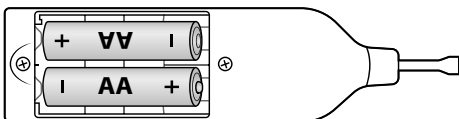

Fig. 1
- ◆ Deschideți compartimentul pentru baterii ④ de pe partea posterioară a topitorului de ceară ①.
- ◆ Introduceți bateriile în topitorul de ceară ① așa cum este marcat în compartimentul pentru baterii ④ (a se vedea *fig. 1*).
- ◆ Închideți la loc compartimentului pentru baterii ④.